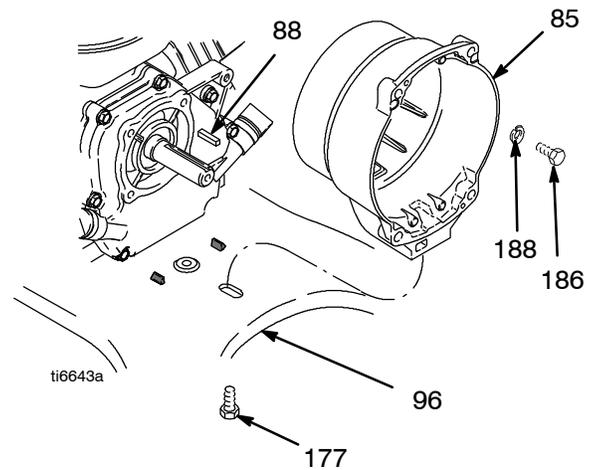

Fig. 10
1. Fig. 10. Retire quatro parafusos de cabeça sextavada (186) e as anilhas de segurança (188) que fixam o cárter da embraiagem (85) ao motor.
2. Retire o parafuso (177) da parte inferior da placa de fixação (96).
3. Retire o cárter da embraiagem (85).
1. Fig. 10. Exerça pressão sobre o cárter da embraiagem (5).
2. Instale quatro parafusos de cabeça sextavada (186) e as anilhas de segurança (188) e fixe o cárter da embraiagem (85) ao motor. Utilize um binário de aperto de 22,6 N•m (200 pol.- lbs).
3. Instale o parafuso de cabeça sextavada (177) na parte inferior da placa de fixação (96). Utilize um binário de aperto de 35,2 N•m (26 pol.- lbs).